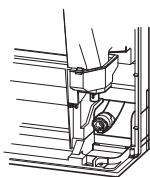

Fig. 4
- Quando si instrada la tubazione di scarico, accertarsi che il tubo di scarico (1) sia instradato come indicato. (Fig. 4)
- 4) Svasatura (Fig. 4, 5). Tenere saldamente il tubo in rame delle dimensioni indicate nella tabella. Selezionare i mm di A dalla tabella in base allo strumento utilizzato.